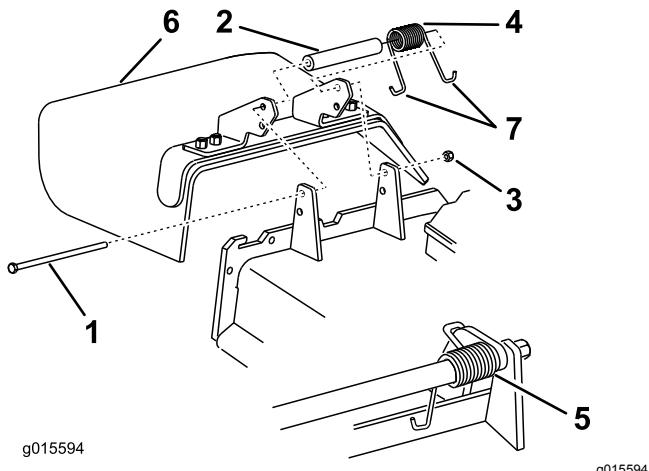

Figura 121
1. Retire la contratuerca, el perno, el muelle y el espaciador que sujetan el deflector a los soportes de pivotе (Figura 121).
2. Retire el deflector de hierba dañado o desgastado (Figura 121).
Nota: Asegúrese de colocar un extremo en J del muelle detrás del reborde de la carcasa antes de instalar el perno, como se muestra en la Figura 121.
6. Coloque un extremo en J del muelle alrededor del deflector de hierba (Figura 121).